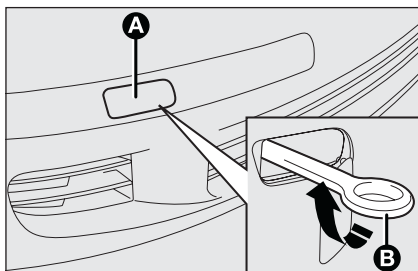
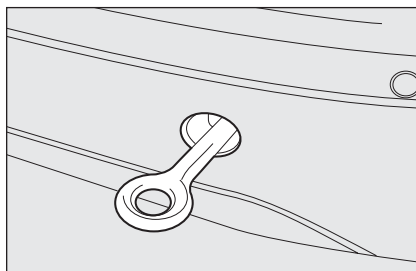

fig. 48
fig. 49
- ☐ apriete a fondo el gancho sobre el perno perfilado posterior **fig. 48** o anterior **fig. 49**.